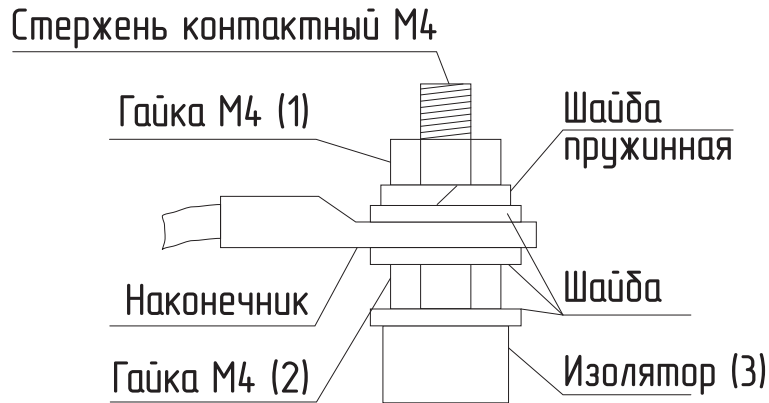

Рис. 10 Присоединение проводов к выводам блок ТЭН
- Гаек на контактных стержнях ТЭН с усилием 1,8 Нм (см. Рис. 10);
- При замене блока ТЭН присоединение фазных проводов к выводам блока ТЭН производить согласно **Рис. 10**. Сечение кабеля указано в **Табл. 2**;
- Провод нейтраль N подключить на перемычку блока ТЭН (**Рис. 10**).